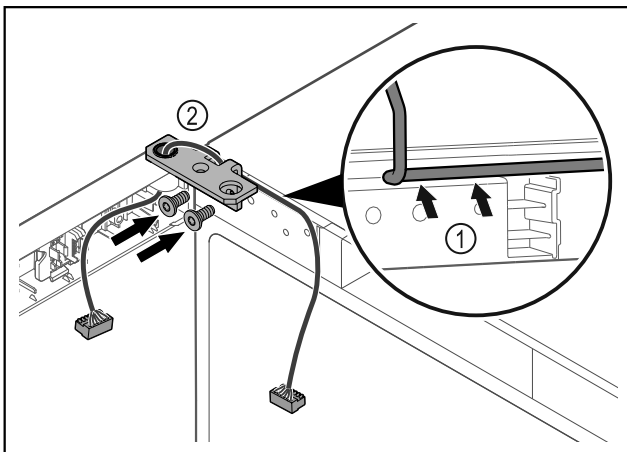

Fig. 45
- ▶ 将电缆穿过合页角铁的缺口并小心铺设 Fig. 45 (1)。
- ▶ 拧上合页角铁 Fig. 45 (2)。